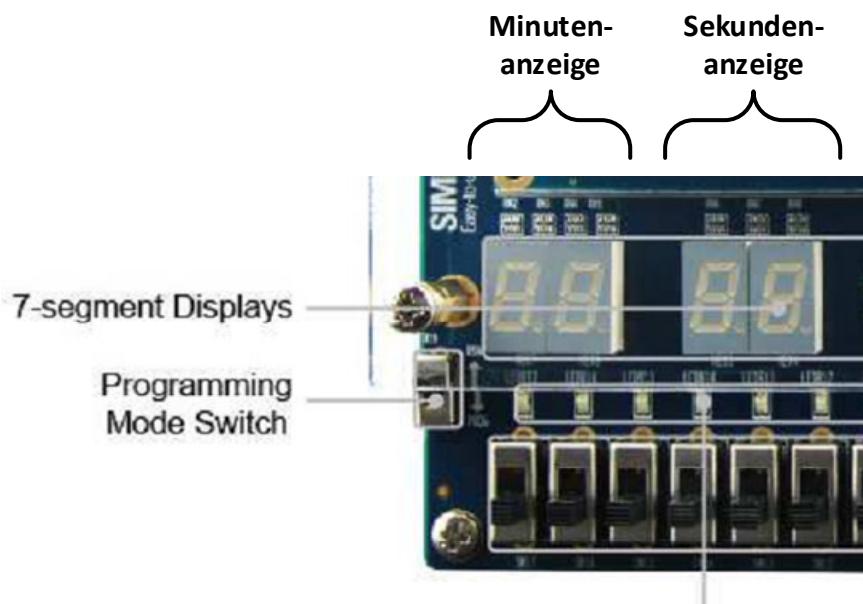

Abbildung 5: Die zu verwendenden 7-Segmentanzeigen für die Darstellung der zu vermessenden Zeit
- Die zu messende bzw. die noch verbleibende, zu messende Zeit während des Messvorgangs soll auf den 7-Segment-Anzeigen dargestellt werden. Zwei Stellen der vierstelligen 7-Segementanzeigen sollen für die Anzeige der Minuten dienen, die zwei weiteren Stellen sollen für die Anzeige der Sekunden dienen. Da mit den 7-Segement-Anzeigen des Developmentboards kein Doppelpunkt oder Punkt dargestellt werden kann, sollen für die Darstellung der Zeit die vier auf dem DE2-115-Developmentboard links unten angeordneten 7-Segement-Anzeigen verwendet werden (siehe Abbildung 5).